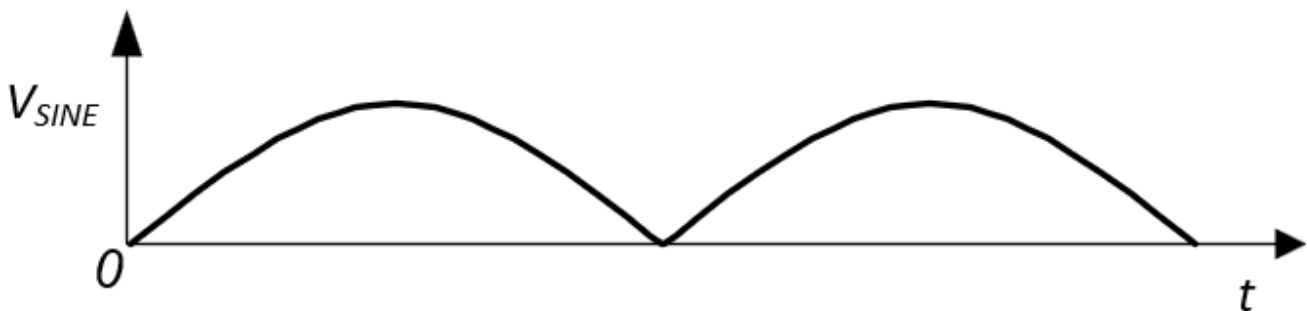

图 4. 使用與在傳統 PFC 中計算 I_{REF} 相同的方法計算正弦參考 (V_{SINE})。來源：德州儀器
3. 使用與計算傳統 PFC 中的 I_{REF} 相同的方法計算正弦參考 V_{SINE} ，如方程式 2 和 图 4 所示。